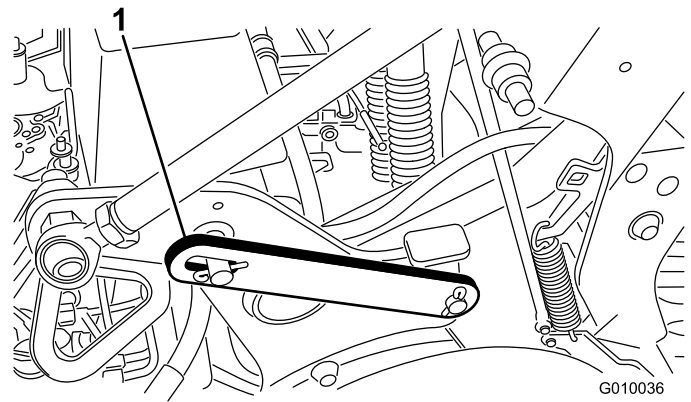

Figura 21
2. Retire el anillo de retención que sujeta el cerrojo de mantenimiento en la posición de almacenamiento (Figura 21).